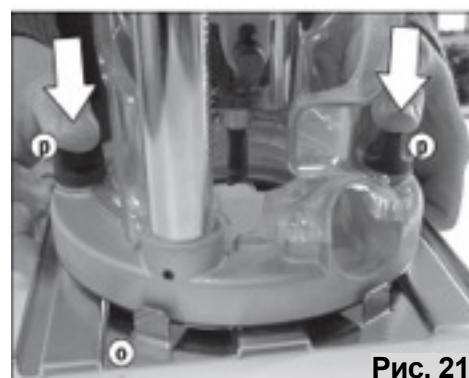

Рис. 21
3. Нажимайте на крепежные болты, пока их головки не встанут на шпоночные пазы, затем опускайте фрезер, пока он не встанет в центрирующие выступы. **Рис. 21.** Плотно закрутите крепежные болты.